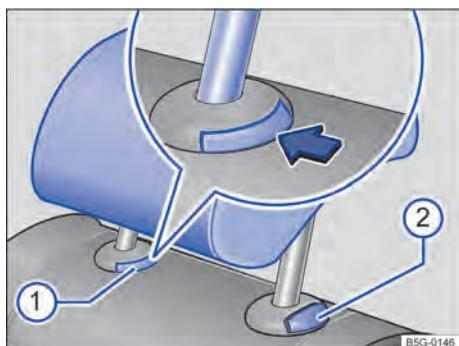
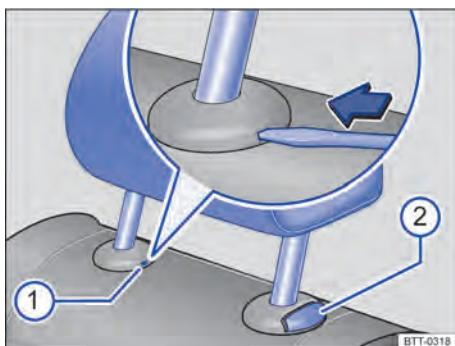

Fig. 48 Desinstalar o apoio para cabeça traseiro (variante A).
Fig. 49 Desinstalar o apoio para cabeça traseiro (variante B).
- Empurrar o apoio para cabeça totalmente para cima ⇒ - Pressionar o botão ⇒ Fig. 48 ① na guia do apoio para cabeça.
- Ao mesmo tempo, pressionar o botão ②, enquanto outra pessoa retira totalmente o apoio para cabeça.
- Empurrar o apoio para cabeça totalmente para cima ⇒ - Se necessário enfilar a haste da chave rebatida da chave do veículo ou a lâmina da chave de fenda das ferramentas de bordo na fenda da capa de cobertura ⇒ Fig. 49 ①.
- Empurrar o apoio para cabeça para baixo com o botão ⇒ Fig. 48 ② ou ⇒ Fig. 49 ② pressionado.